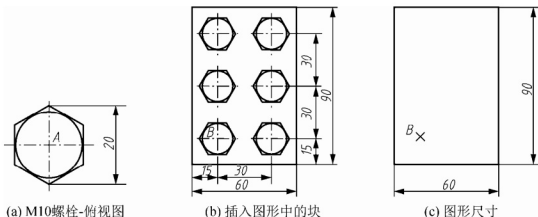

图 7-6 使用 MINSERT 插入块过程
制作“M10 螺栓-俯视图”图块，结构如图 7-6(a)所示，将其按尺寸要求插入到图 7-6(b)中。操作过程如下。
- (1) 绘制“M10 螺栓-俯视图”图形，并制作图块，图块命名“M10 螺栓-俯视图”，插入点为图中 A 点(过程略)。
- (2) 绘制如图 7-6(c)所示图形，并按尺寸确定点 B 位置(过程略)。
- (3) 使用 MINSERT 命令将“M10 螺栓-俯视图”图块一次插入 3 行 2 列。